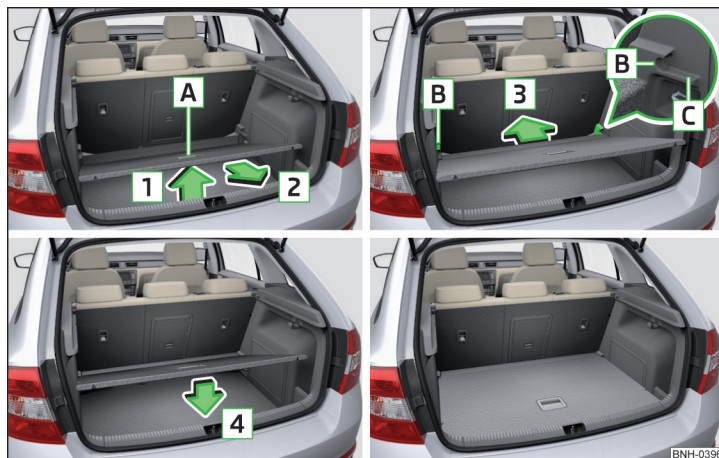

Fig. 92 Reglarea podelei variabile în poziția superioară
- ▶ Prindeți podeaua variabilă de mânerul **A** » fig. 92.